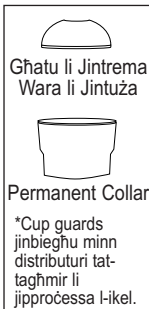
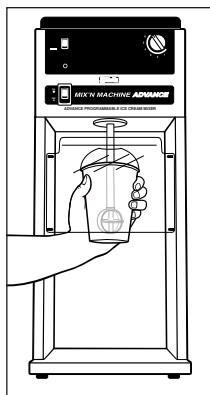

Figura 1
Figura 2
4. Poġġi cup guard fuq it-tazza (ara Figura 1). Żomm it-tazza (u l-għatu jew collar) b'mod sod f'idejk (**mill-ġenb, mhux mill-qiegħ**) u ilhaq taħt l-isplash guard. Ċaqlaq it-tazza taħt l-agitator u erfagħha 'l fuq biex b'hekk l-agitator imiss il-qiegħ tat-tazza. Ara Figura 2.